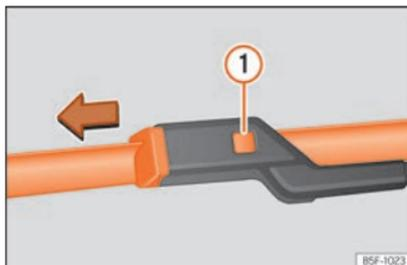

Fig. 41 Substituição das escovas do limpador para-brisas.
- Mantenha pressionado o botão de desbloqueio »» Fig. 41 ① puxando ligeiramente pela escova no sentido da seta.